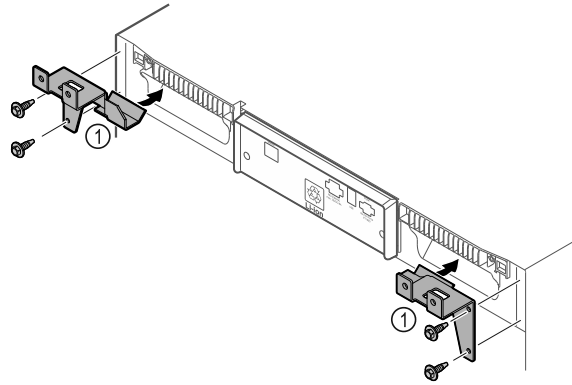

Fig. 10
- ▶ Pritvirtinkite laikinčiąsias dalis Fig. 10 (1) savisriegiais varžtais prie prietaiso.